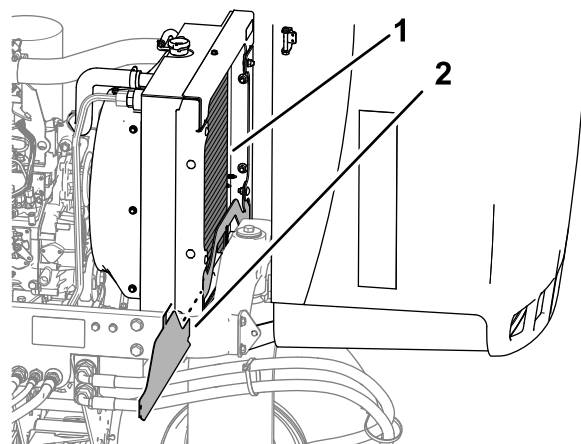

Bild 74
4. Entfernen Sie das untere Kühler-Schutzblech (Bild 74).
5. Reinigen Sie beide Seiten des Kühlers gründlich mit Wasser oder Druckluft (Bild 74).